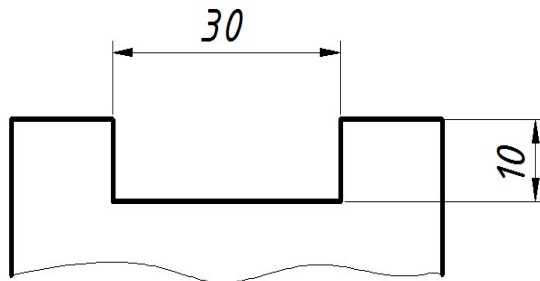

Рисунок 5. Примеры для пояснения нанесения размеров
3. Необходимо показать и пояснить почему размеры к одному конструктивному элементу (на примере призматического паза) проставляются на одном виде, а не разносятся на разные виды (рис. 5) [2].